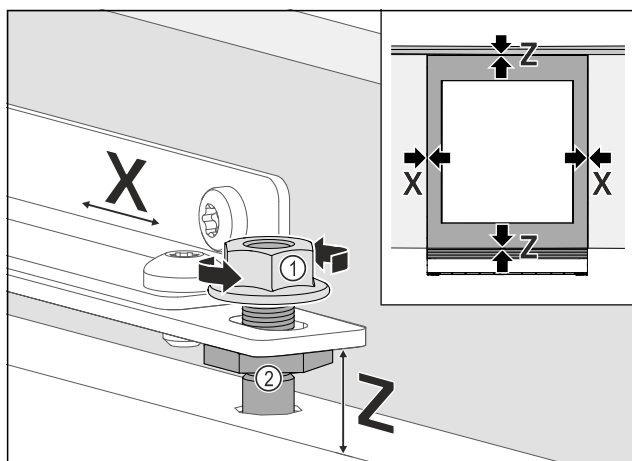

Fig. 77
- ▶ Выравнивание бокового положения мебельной двери: отпустите контргайку Fig. 77 (1), сдвиньте мебельную дверь в направлении X.
- ▶ Затяните контргайку Fig. 77 (1).
- ▶ Выровняйте мебельную дверь по высоте Z и боковому наклону: Отрегулируйте регулировочные болты Fig. 77 (2).